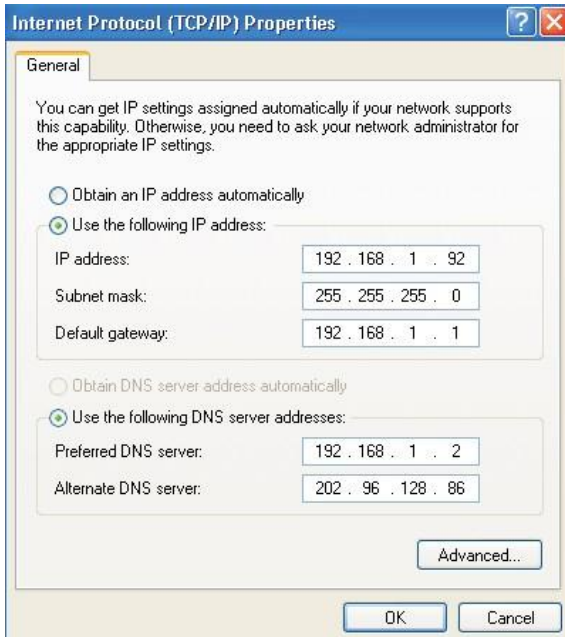

Рис. 3-3 Internet protocol(TCP/IP) property (Свойства интернет протокола (TCP/IP))
- (3) Выберите Internet protocol (TCP/IP) (Интернет протокол (TCP/IP)), кликните <property> (свойства), войдите в окно Internet protocol (TCP/IP) property (Свойства интернет протокола (TCP/IP)). Выберите use the IP address below (Ввести IP адрес вручную), введите IP адрес (произвольное значение 192.168.1.1~192.168.1.254, кроме 192.168.1.200) и маску подсети (255.255.255.0). Нажмите "yes" (да) для завершения настройки. Рис. 3-3